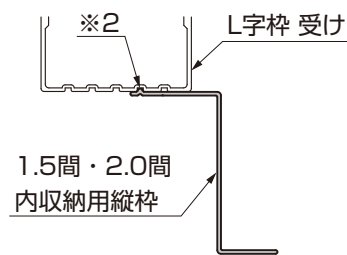

図2-6 A部詳細図
- 1.5間・2.0間内収納用縦枠にある突起をL字枠 受けの2本目の溝（※2）にはめて位置を出してください。（図2-6参照）
(2) 上レールベース材の取付け